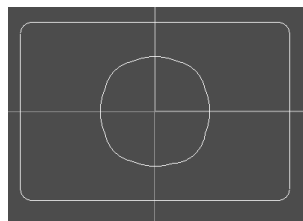

图 5-26 零件 1 反面建模
2) 以原点为圆心绘制  $\phi 48$  圆，以 14mm×14mm 矩形 4 个端点为圆心作 R15 圆，删除矩形 14mm×14mm，修剪后图形如图 5-26 所示。